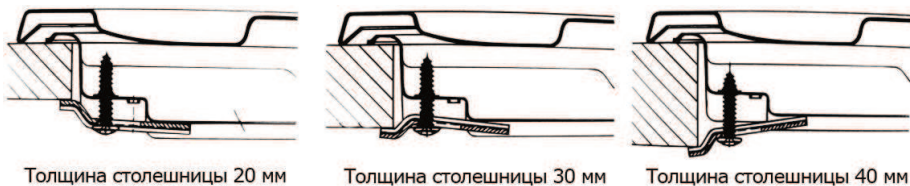

Рис. 6. Положение крепёжных скоб в зависимости от толщины столешницы
6. В комплект поставки входят крепёжные скобы, позволяющие установить прибор в столешницу толщиной от 20 до 40 мм (рис. 6). Для крепления рекомендуется использовать все поставляемые крепёжные элементы.